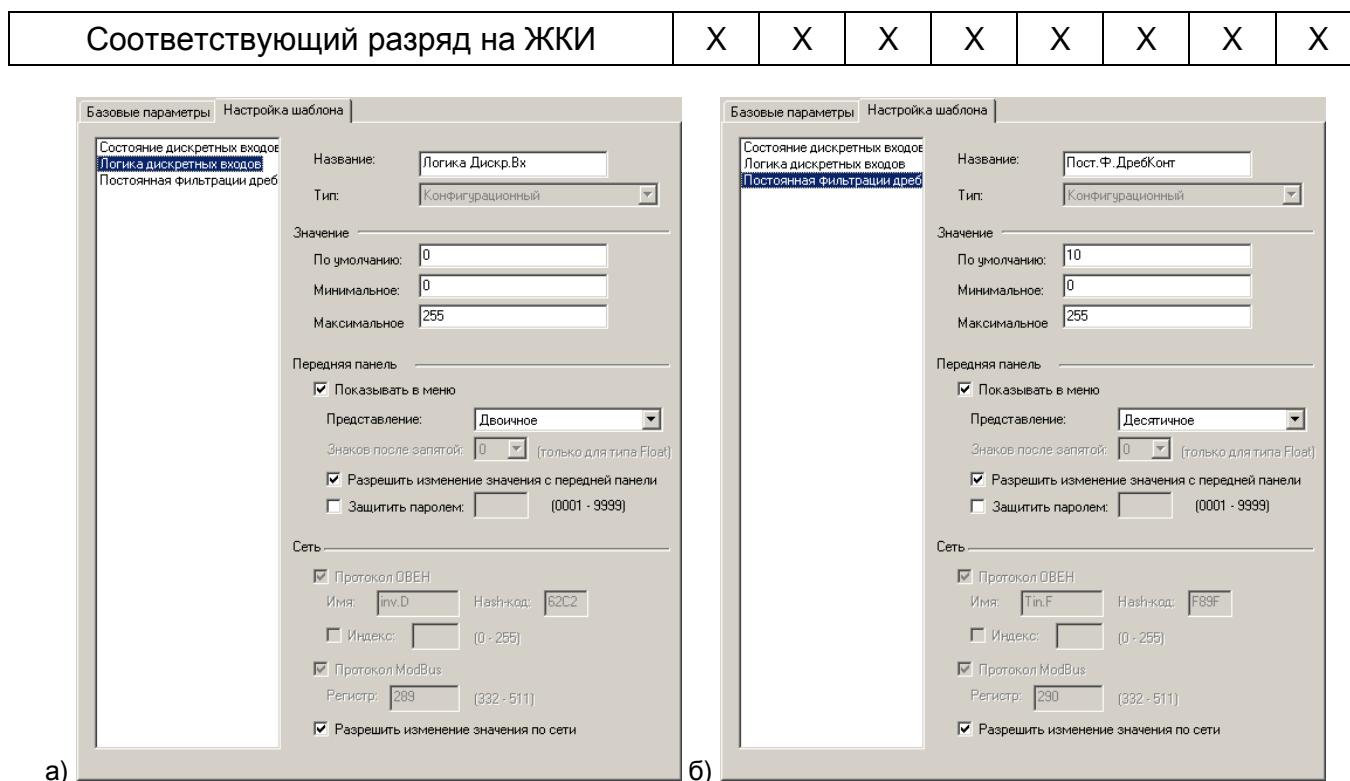

Рисунок 7.13 – Настройка параметров «Логика дискретных входов» (а) и «Постоянная фильтрации дребезга контактов» (б)
- «Логика дискретных входов» («Логика Дискр.Вх») – диапазон значений от 0 до 255, значение по умолчанию 0. Параметр задает логику инвертирования дискретных сигналов. По умолчанию в параметре задано значение «0», соответствующее в битовом формате «00000000» (см. рисунок 7.13, а). Для изменения логики необходимо выставить «1» в разряде, соответствующему номеру дискретного входа, где замыкание сухого контакта должно восприниматься прибором, как неактивное состояние (= False). В каждом разряде значение может быть выставлено или «0» или «1». Например, если необходимо изменить логику инвертирования первого, второго и шестого входов, то в параметре «Логика дискретных входов» надо задать значение «11000100».
- «Постоянная фильтрации дребезга» – задает период опроса состояния одного дискретного входа, задается в единицах миллисекунд (1 ед. = 1 мс); диапазон значений от 0 до 255, значение по умолчанию 10 (см. рисунок 7.13, б).